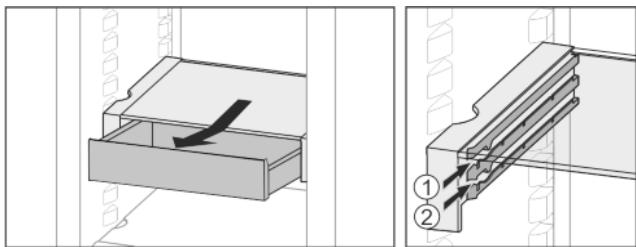

Fig. 23
- Вкарайте го на височина по избор Fig. 23 (1) или Fig. 23 (2).